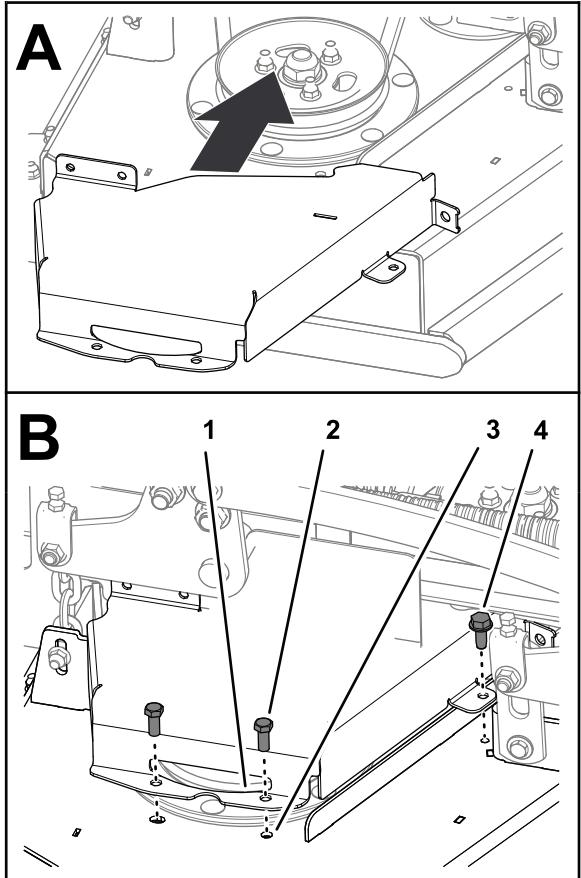

Рисунок 40
- Подсоедините правую крышку ремня к деке (Рисунок 40) при помощи 2 болтов, снятых при выполнении действий, описанных в разделе Снятие левой крышки ремня (страница 30).